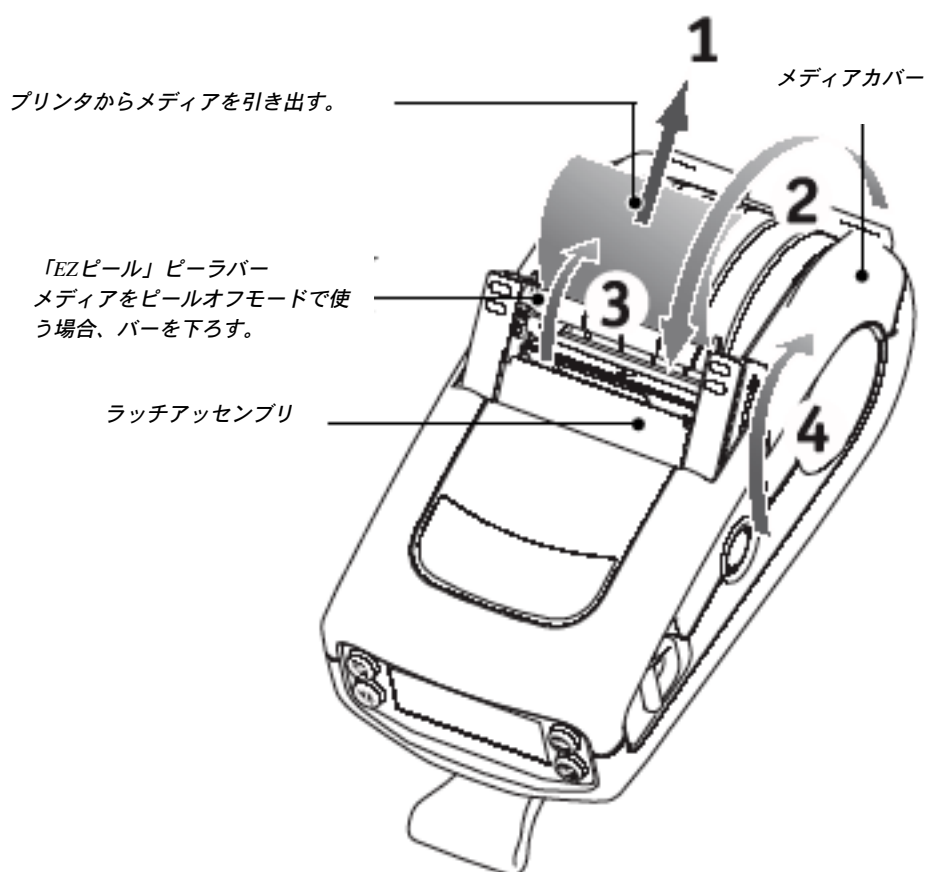

図7：QL220 を閉じる
### 3. メディアカバーを開める：図7を参照してください。
- テアオフモードでプリンタを使用する場合、図7の2に示されているようにメディアカバーを開めてください。次に図7の4の方向に、ラッチアセンブリを固定位置におさめるまで回転してください。
- ラベルプレゼントモードでプリンタを使用する場合、メディアからラベルを何枚かはがして、図7の1に示されているように、プリンタから引き出してください。メディアカバーを図7の2に示されているように閉めてください。次にラッチに固定されるまで図7の3に示されているように、「EZピール」ピーラーバーを回転させてください。それから図7の4の方向にラッチを回転させ、固定してください。